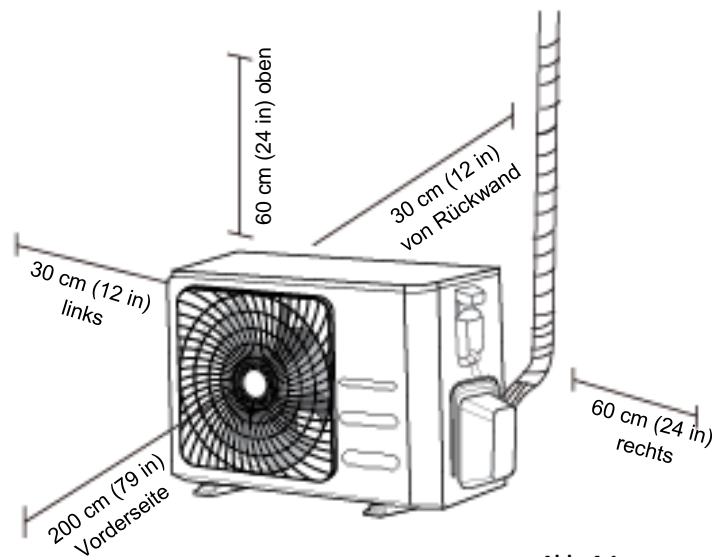

Abb. 4.1
- Erfüllt alle Platzanforderungen nach den Installationsvorgaben nach **(Abb. 4.1)**